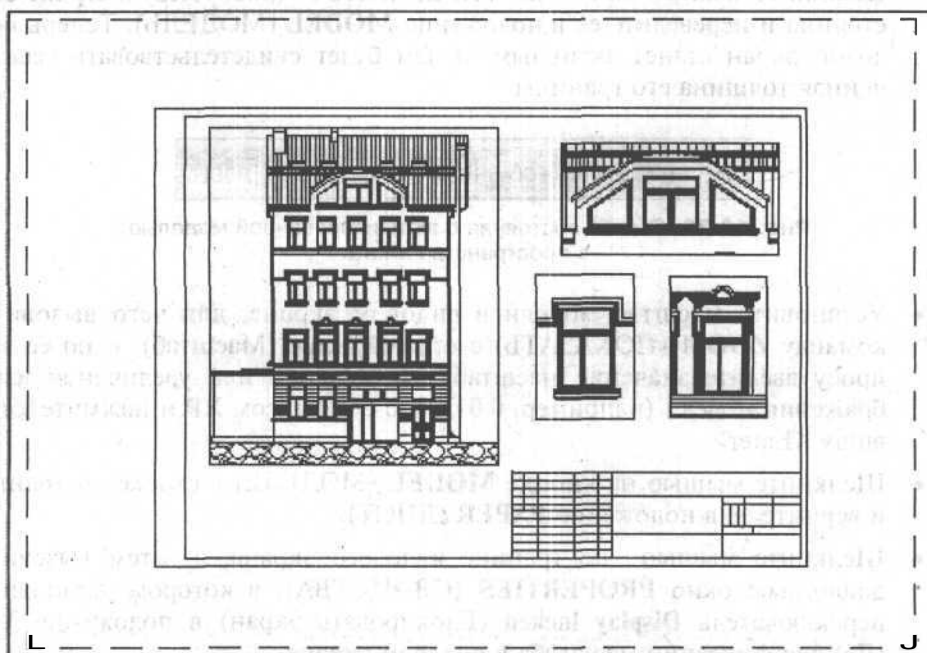

Рис. 19.25. Компоновка листа с различными масштабами видовых экранов
8. Аналогичным образом создайте и остальные видовые экраны с нужными масштабами изображений (рис. 19.25).